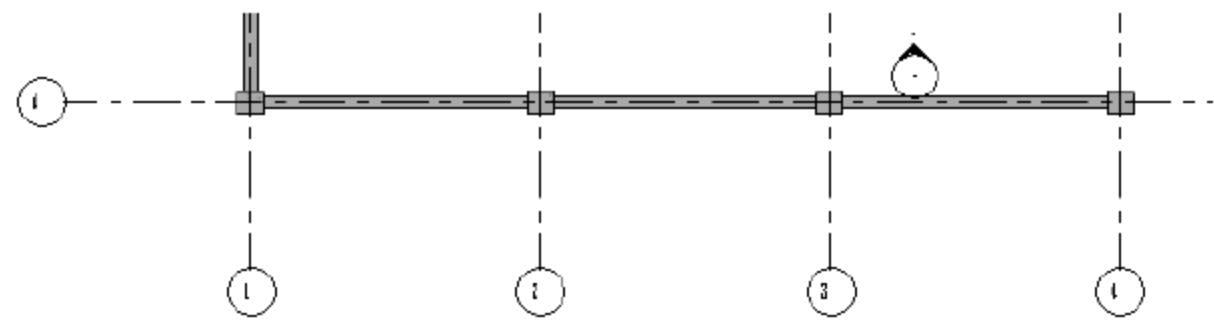

图 3.2.9 绘制 DW3 挡土墙
(6) 绘制挡土墙 DW3。按快捷键 D+W（绘制结构柱），在“属性”面板中选择“挡土墙-300mm 混凝土”挡土墙类型，如图 3.2.9 所示。然后选择“深度”→“基础顶面一”选